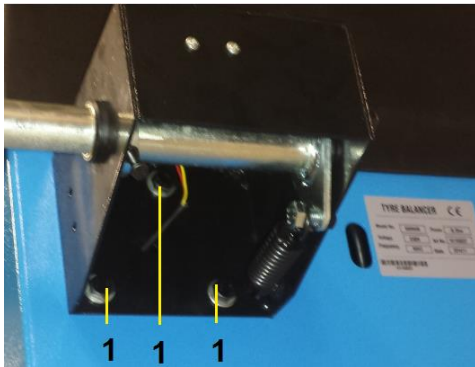

Fig. 1
- Monteer de kap aan de machine met de bijbehorende bouten en ringen (1, fig.1). Draai de bouten stevig vast.